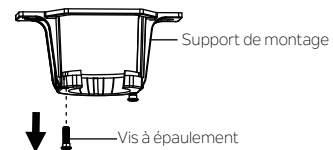

Fig. 13
**Étape 1.** Retirez l'une des deux vis à épaulement du support de montage. Desserrez la deuxième vis à épaulement sans toutefois la retirer complètement. (Fig. 13)